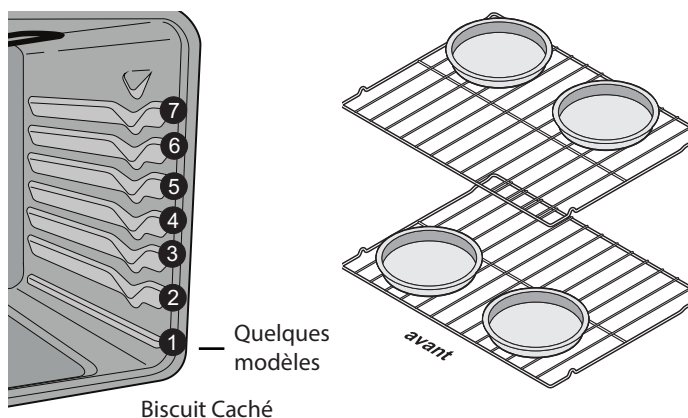

Figure 22 : Emplacement des grilles et des plats de cuisson
- Pour de meilleurs résultats lors de la cuisson des gâteaux ou des biscuits sur deux grilles, voir à les placer en position 3 et 5 et disposer les plats comme indiqué dans Figure 22.